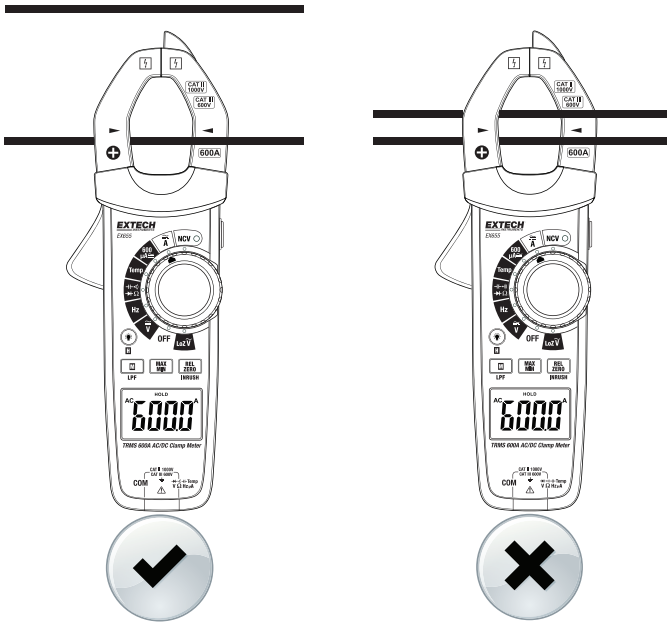

Fig. 4-3 Configuration correcte et incorrecte de la pince
4. Appuyez sur la gâchette pour ouvrir les mâchoires de la pince. Entourez l'intégralité d'un conducteur à mesurer avec les mâchoires de la pince (reportez-vous aux figures 4-3). Pour des résultats optimaux, centrez le conducteur dans la mâchoire.